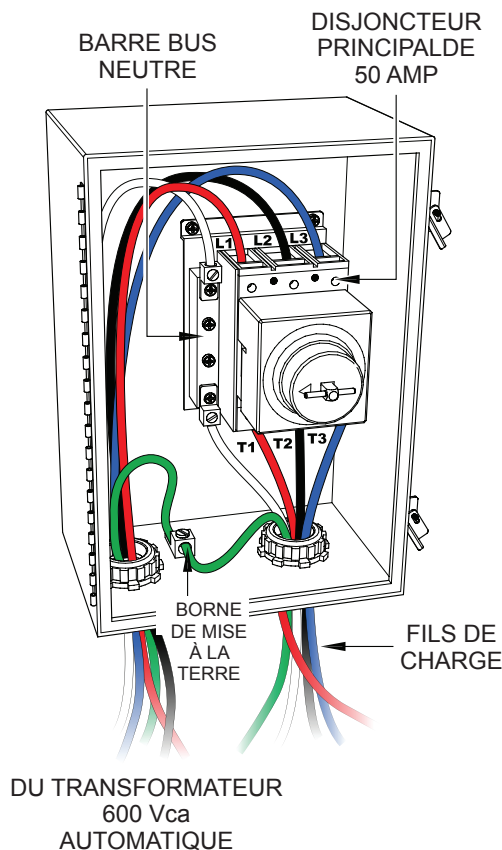

Figure 30. Enceinte du boîtier de commande
6. Branchez les trois fils de charge (**ROUGE, NOIR et BLEU**) sur le côté de la charge (bas) du disjoncteur, **T1, T2 et T3** respectivement, comme indiqué dans la Figure 30